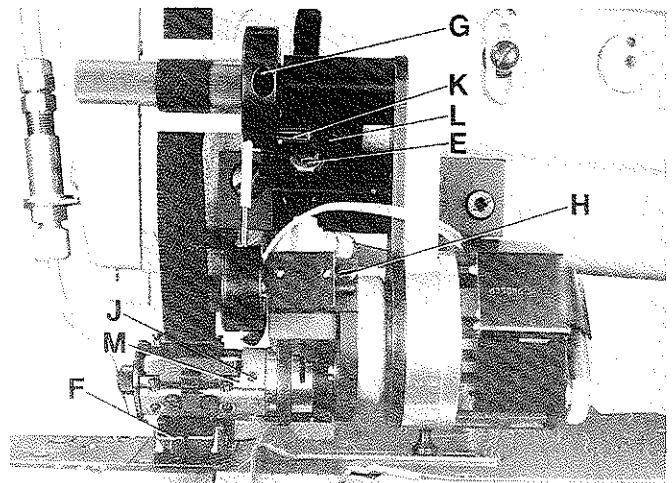
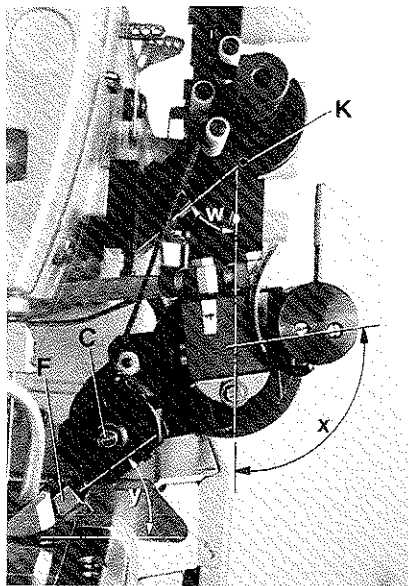

Fig.47
Fig.48
Set the metering device and cutter assembly so that the cuff and heel tape will be fed with equal clearance right and left into the tape guide (F, Fig. 47) on presser foot.
After loosening screw (E, Fig. 47), the metering device and cutter assembly can be moved to the right or left as required. Retighten screw.
The correct position of roller (C, Fig. 48) with respect to the presser foot is set by changing angles (w and x, Fig. 48).
After loosening screw (G, Fig. 47) angle (w, Fig. 48) and after loosening screw (H, Fig. 47) angle (x, Fig. 48) can be changed accordingly. Make sure while making this setting that roll pin (K, Fig. 47) rests on support bracket (L). Retighten screws (G and H).
Angle (y, Fig. 48) for correctly guiding the cuff and heel tape into the tape guide (F, Fig. 48) on presser foot can be set after loosening the two screws (J, Fig. 47) and rotating the knife holder assembly (M) accordingly. Retighten screws (J).
Stellen Sie das komplette Bandzumeßgerät mit Schere so, daß das Hosenstoßband rechts und links mit gleichem Abstand in die Bandführung (F, Fig. 47) am Drückerfuß transportiert wird.
Nach Lösen der Schraube (E, Fig. 47) kann das komplette Bandzumeßgerät mit Schere nach Bedarf nach rechts oder links geschoben werden. Ziehen Sie die Schraube wieder an.
Die richtige Lage der Walze (C, Fig. 48) im Bezug zum Drückerfuß wird durch Verändern der Winkel (w und x, Fig. 48) eingestellt.
Nach Lösen der Schraube (G, Fig. 47) kann der Winkel (w, Fig. 48) und nach Lösen der Schraube (H, Fig. 47) kann der Winkel (x, Fig. 48) entsprechend verändert werden. Beachten Sie, daß bei dieser Einstellung der Spannstift (K, Fig. 47) am Lagerbock (L) anschlägt. Ziehen Sie die Schrauben (G und H) wieder an.
Der Winkel (y, Fig. 48) zum richtigen Einführen des Hosenstoßbandes in die Bandführung (F, Fig. 48) am Drückerfuß kann nach Lösen der beiden Schrauben (J, Fig. 47) und entsprechendes Verdrehen des kompletten Messerhalters (M) eingestellt werden. Ziehen Sie die Schrauben (J) wieder an.